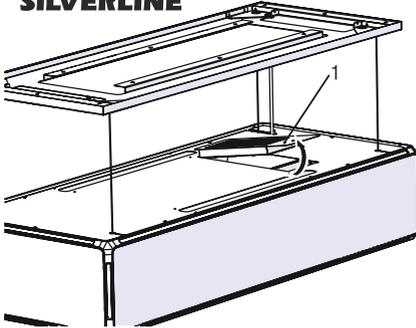

Fig. 35
1. ➤ Tirare il filtro a carbone sull'alloggiamento verso la direzione della freccia e rimuoverlo (Fig. 35).